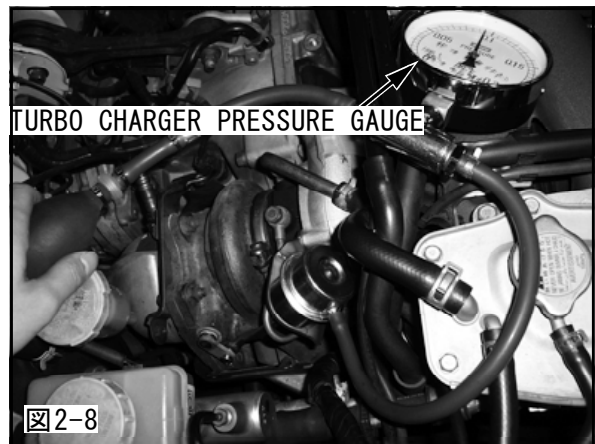

図2-8
- ・ターボチャージャは引っ張った状態でターボチャージャAssyへ取付けてください。その際、バンザイ製「TURBO CHARGER PRESSURE GAUGE」(MODEL No. TCP-21B) または、それに準ずる計測器を使用してスイングバルブ開き始めの圧力が正しいか確認をしてください。(図2-8)